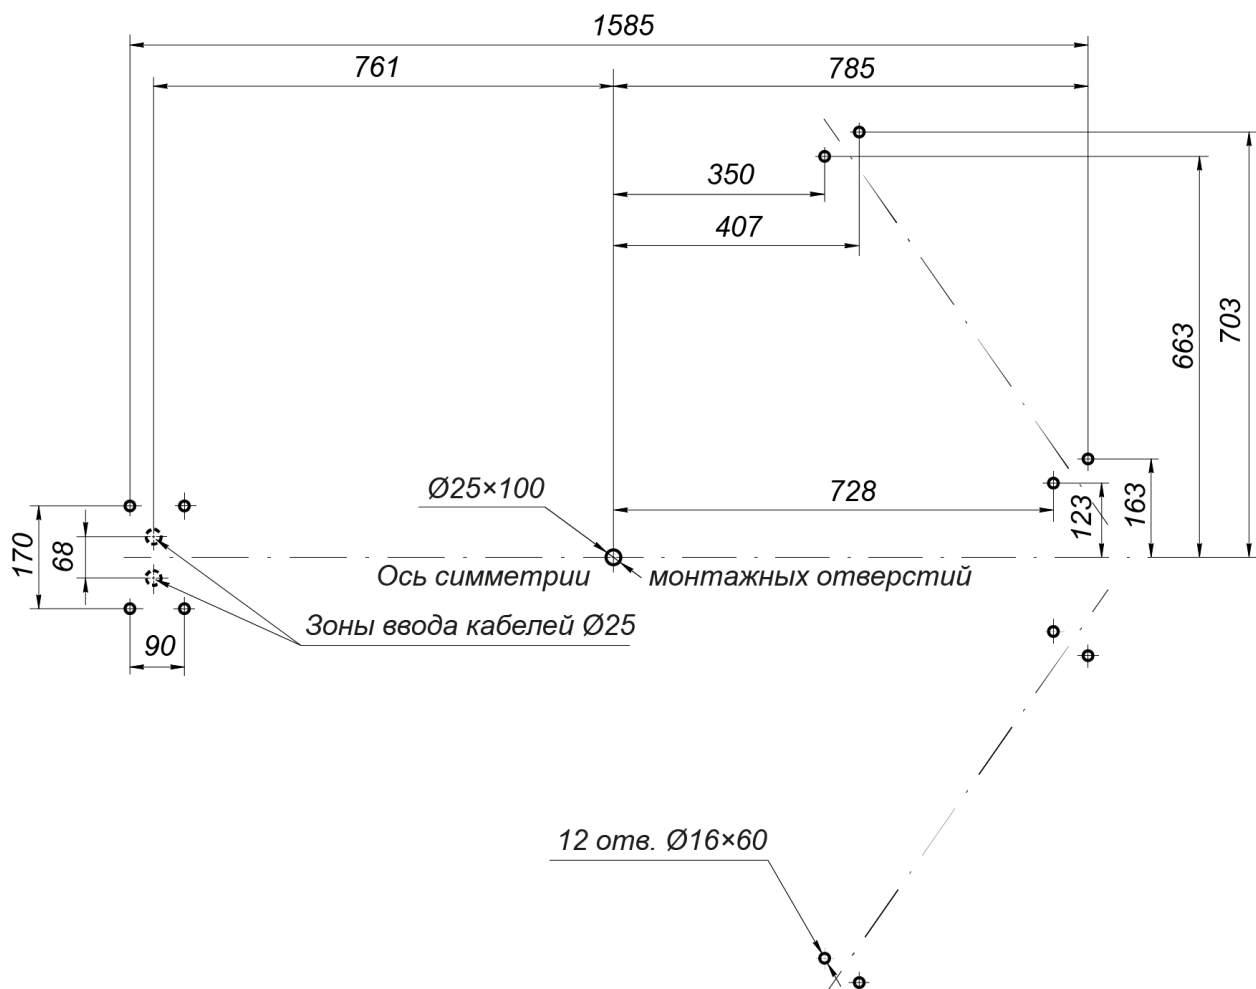
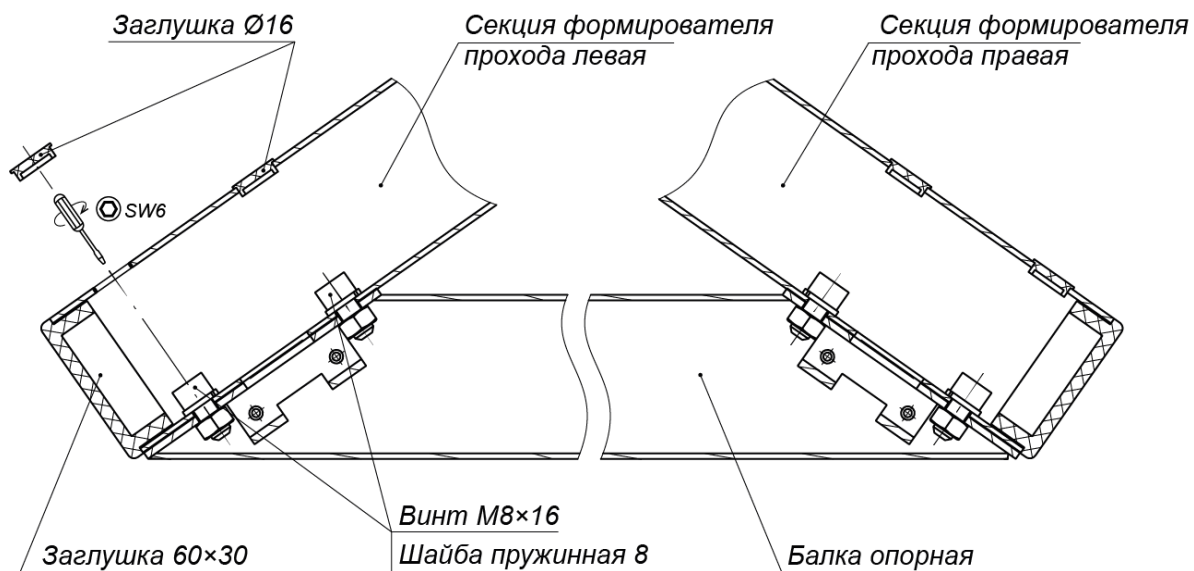

Рисунок 12. Схема разметки для монтажа турникета
Рисунок 13. Крепление балки опорной (7) к секциям (6) формователя прохода
3. Выполните на установочной поверхности разметку отверстий для монтажа турникета. Используйте шаблон из комплекта поставки, но затем обязательно проверьте истинность расстояний в соответствии с рис. 12.
- Установите секции (6) формователя прохода на установочную поверхность, ориентируя отверстия в опорных фланцах по расположению анкеров. При этом левая и правая секции должны быть правильно выставлены и сориентированы: блоки индикации формователей должны быть развернуты от оси симметрии (см. рис. 12) и учтено расположение на секциях мест крепления опорной балки (см. рис. 13).
9. Установите балку опорную (7) на секции (6) формователя прохода:
- Закрепите балку опорную на секциях формователя прохода четырьмя болтами M8×16 (ключ SW6) из комплекта сборочно-монтажных принадлежностей (ящик №4). При уличном монтаже стыки опорной балки с секциями формователя прохода рекомендуется герметизировать, используя атмосферостойкий силиконовый герметик по инструкции производителя (см. рис. 13).
10. Распакуйте стойку с преграждающими планками (5) (ящик №4).
11. Установите стойку с преграждающими планками (5) (работайте вдвоем!):
- Для варианта прокладки кабелей питания и управления через кабельные каналы в установочной поверхности снизу: положите стойку с преграждающими планками (5) на установочную поверхность таким образом, чтобы опорный фланец находился рядом с зоной отверстия А. Затем, используя монтажную проволоку, протяните кабели через нижнее отверстие в преграждающей стойке со стороны фланца вверх по стойке до ее верхнего отверстия. Выпуск кабелей на выходе из верхнего отверстия должен составлять 0,8 - 1,0 м. Временно зафиксируйте концы кабелей на верхней планке преграждающей стойки (к примеру, с помощью липкой ленты).
- Установите стойку с преграждающими планками на отверстия с анкерами в установочной поверхности по оси симметрии, при этом фланец должен встать на зону А, а место нижнего узла вращения (3) – на отверстие с анкером М16 (см. рис. 12).
17. Окончательно затяните анкерные болты крепления к установочной поверхности опорных фланцев стойки с преграждающими планками (5) и фланцев секций (6) формирователя прохода. При возникновении перекосов в силовых элементах конструкции турникета допускается использовать монтажные прокладки.
19. Закройте пластиковыми заглушками Ø16 отверстия для болтов соединения секций ротора (2) и отверстия крепления балки опорной (7) к секциям (6) формирователя прохода (см. рис. 13 и 20).